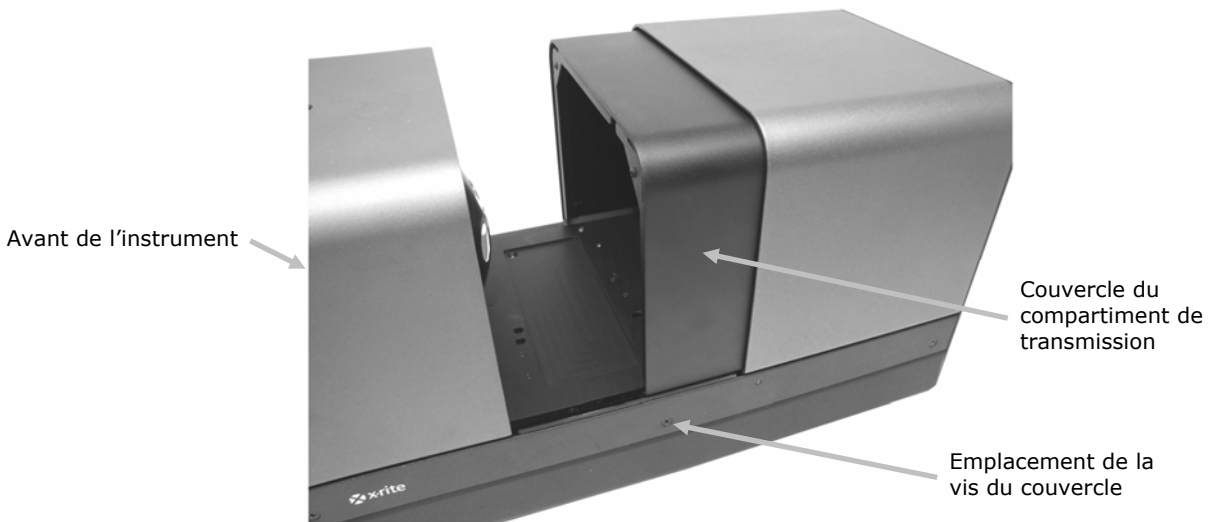

Figure 6. Spectrophotomètre dont le couvercle du compartiment de transmission est partiellement ouvert
2. Tirez la pince vers l'arrière et placez l'échantillon entre la pince et l'appui (reportez-vous aux figures 6 et 7). Vous pouvez temporairement serrer la vis à ailettes du chariot afin de maintenir la pince en place au moment de positionner l'échantillon. Relâchez lentement la pince à échantillon et le chariot pour sécuriser l'échantillon.